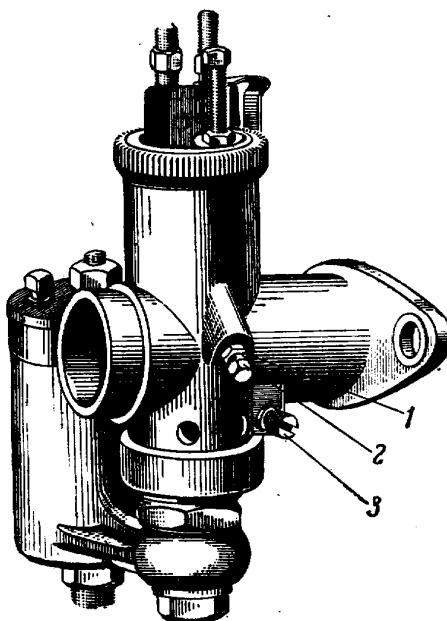

Рис. 2. Карбюратор мотоцикла АМ-600;
4. Отвернуть на один-два оборота контргайку 1 (рис. 2) винта 2 упора. Винт упора ввернуть настолько, чтобы двигатель развивал несколько повышенные обороты.